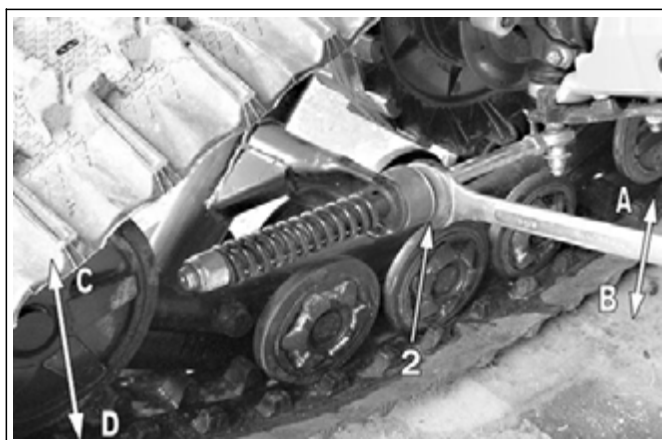

Рис. 5
- Затянуть гайку (поз.2 на рис.5) так, чтобы узкая металлическая полоса стала на высоте  $254 \pm 6$  мм над опорной поверхностью. С правой стороны поворотом ключа по стрелке А повернуть всю тележку в направлении стрелки С или поворотом ключа по стрелке В повернуть всю тележку по стрелке D (то есть налево).